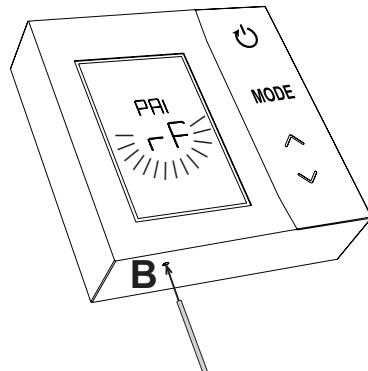

fig. 23
14. Pulse durante 1 - 2 segundos, mediante un objeto puntiagudo, la tecla **B** del termostato (“fig. 23”).